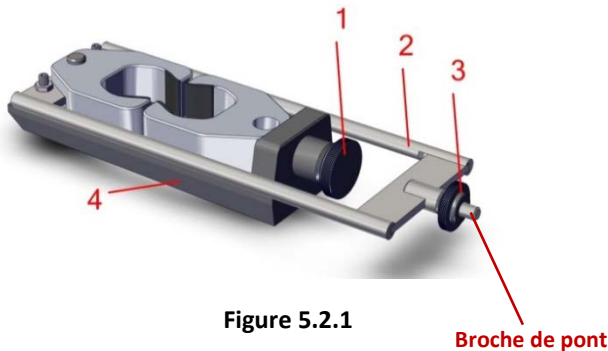

Figure 5.2.1
1. Retirez la grande vis de connexion moletée (Figure 5.2.1, N°1) de la base de l'accessoire (Figure 5.2.1, N°4). Retirez le pont (Figure 5.2.1, N°2) et la mâchoire gauche de la base de l'accessoire.
3. Placez la mâchoire gauche et le pont de traction sur la surface supérieure de la base de l'accessoire de traction. Faites glisser doucement la broche de pont (figure 5.2.1) dans le trou situé au centre du support de pince fixe (figure 5.2.2, élément 6).
4. Réglez l'écrou moleté (Figure 5.2.1, N°3) de manière à ce que la surface plate de l'écrou faisant face au support du mors fixe (Figure 5.2.2, N°6) se situe à environ 1/32" (0,78 mm) de la surface du dit support (voir Figure 5.2.5).